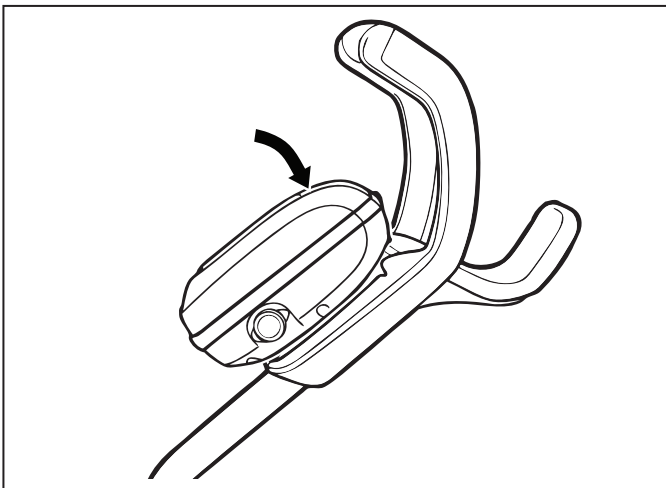

Figure 9. Fixez le boîtier de commande au chariot
2. Appuyez sur le boîtier de commande sur le crochet du chariot jusqu'à ce qu'il s'enclenche et se verrouille en position (Figure 9).